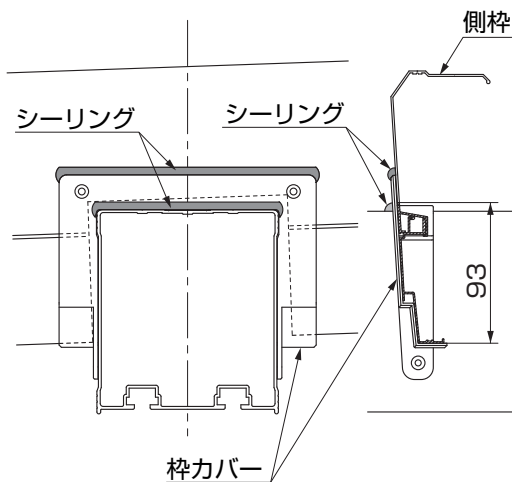

図3-4 シーリング
- ①切欠いた側枠を本体に取付けて、本体部を完成させてください。
- ②枠カバーを側枠切欠き部に合わせ、側枠と梁側面に【1-1】で固定してください。
- ③枠カバーにシーリングをしてください。(図3-4参照)
- ④梁はね出し部上部のタイトフレーム取付け穴部分および梁キャップ上面・側面にシーリングをしてください。